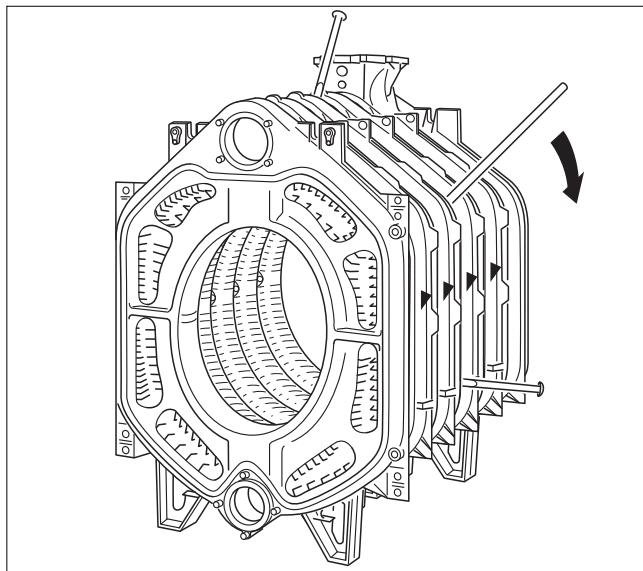

Рис. 25 Разъединение секций котла
- Вставьте (забейте) клинья или зубило в предусмотренные для этого места, вверху и внизу между секциями и разберите котловый блок в месте утечки (→ рис. 25).